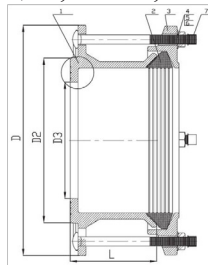

Рис. 1
1.3.1. Фланец состоит из следующих основных деталей и элементов (рис.1):